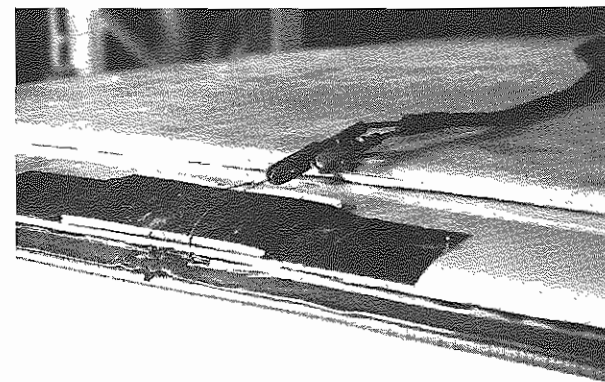

Fig. 27 - Collegare i cavi resistenza sigillante
- Collegare i cavi resistenza sigillante (**Fig. 27**).
- Connect sealing resistance cables (**Fig. 27**).